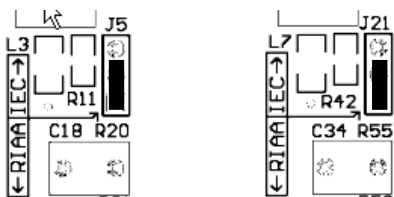
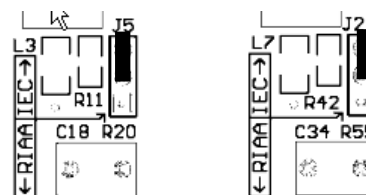

Figure 6: Égalisation position RIAA
Figure 7: Égalisation position IEC
**310LP**. Ces récepteurs de cavaliers ont trois broches permettant deux positions possibles. Le réglage par défaut est positionné sur la courbe RIAA avec le cavalier occupant la position inférieure (broche centrale et broche inférieure), comme l'indique la figure 6. Pour choisir la courbe IEC, placez les supports de cavaliers en position supérieure (broche centrale et broche supérieure). Voir Figure 7.